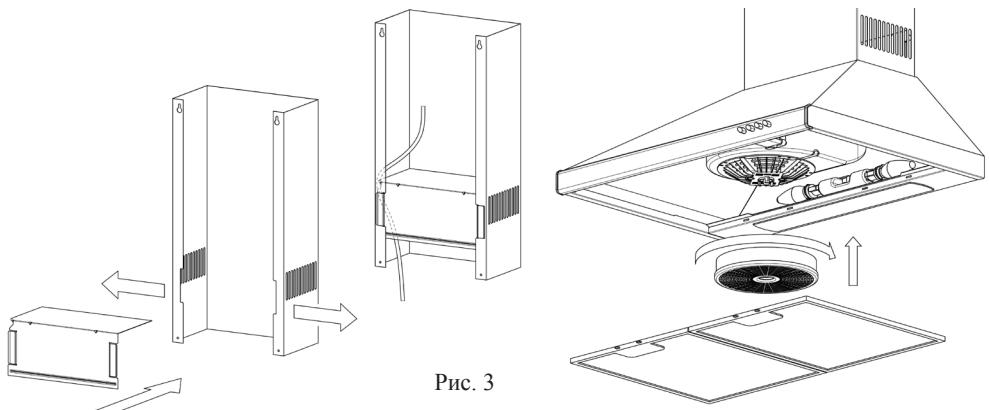

Рис. 3
ВНИМАНИЕ! МИНИМАЛЬНОЕ РАССТОЯНИЕ МЕЖДУ ПЛОСКОСТЬЮ УСТАНОВКИ ПОСУДЫ НА ПЛИТУ (НАГРЕВАТЕЛЬНОЙ ПОВЕРХНОСТЬЮ) И ВОЗДУХООЧИСТИТЕЛЕМ ДОЛЖНО БЫТЬ 75 см. ВОЗДУХООЧИСТИТЕЛЬ КРЕПИТЬ НА РОВНУЮ ПОВЕРХНОСТЬ (рис. 3).
6.7 ДЛЯ РАБОТЫ В РЕЦИРКУЛЯЦИОННОМ РЕЖИМЕ установите заслонку в трубу нижнюю так, чтобы сетевой шнур проходил через подогнутый уголок заслонки. При установке разведите в стороны боковые плоскости нижней декоративной трубы и поочередно вставьте проушины заслонки в пазы на задних полках (рис. 3). Для установки фильтра угольного кассетного, оденьте его на фиксирующие элементы в центре вентилятора и поверните по часовой стрелке до упора (рис. 3). Демонтаж производится в обратном порядке.